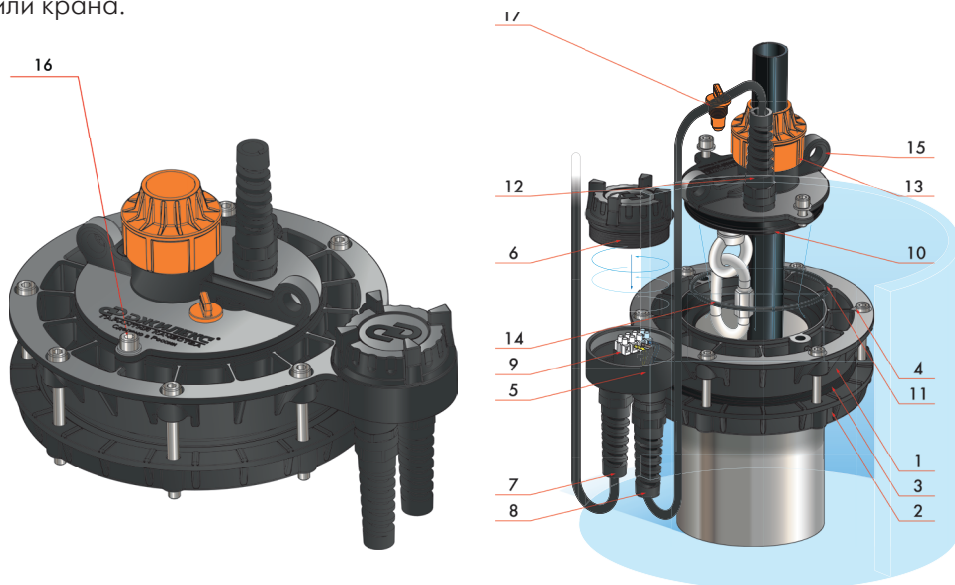

Рисунок 3
Базовая часть (рисунок 3) состоит из основания (1), прижимного фланца (2) и резинового кольца (3). Она фиксируется на обсадной трубе посредством затягивания болтов (4) и сжатия резинового кольца (3). Основание имеет отверстие со скругленными кромками для безопасного опускания насоса. Клеммная коробка (5) на основании (1) закрывается резьбовой герметичной крышкой (6). Коробка имеет гермовводы (7) питающего сетевого кабеля и электрокабеля (8) насоса. В коробке закреплена клеммная колодка (9) с винтовыми зажимами для коммутации кабелей. Основание (1) имеет отверстие для монтажа насоса, которое закрывается съемной крышкой (10), герметизируется с помощью кольца (11) и фиксируется на основании двумя болтами с шайбами (16). Съемная крышка (10) содержит гермоввод (12), цанговый зажим (13) напорной трубы, резьбовую заглушку (17) для закрепления шнура от сливного клапана или установки дополнительного оборудования. Также в ней закреплен болт, к которому крепятся рым-гайка и карабин (14) троса. Проушины (15) в съемной крышке оголовка (10) помогают подвешивать насос при помощи лебедки или крана.